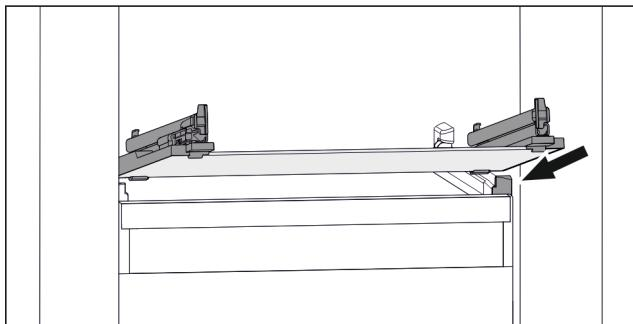

Fig. 132 Приблизне відображення скляної пластини
- Встановити скляну пластину за стопорами навскоси. (див. Fig. 132)